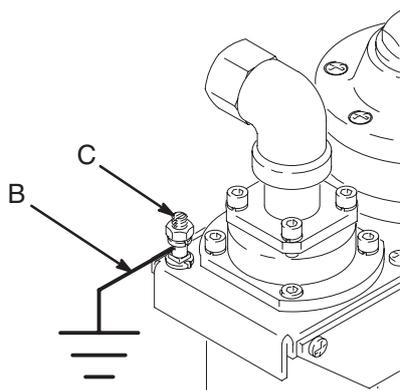
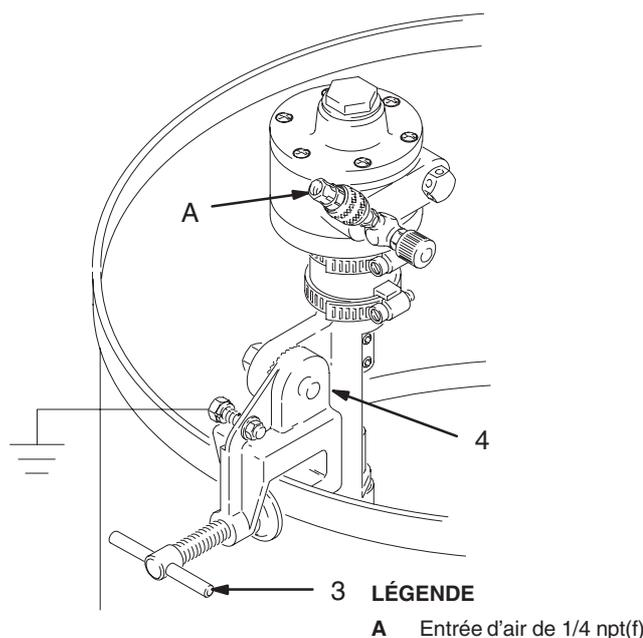

Fig. 1
Fig. 2
REMARQUE : Les numéros de référence et les lettres entre parenthèses dans le texte se réfèrent à la Fig. 1, la Fig. 2 et la vue éclatée des pièces.
Raccorder une extrémité du câble de mise à la terre (B) à la borne de terre de l'agitateur (C). Voir la Fig. 1. Raccorder l'autre extrémité du câble à une véritable prise de terre. Commander la pièce no. 237569, câble de mise à la terre et étrier.
Fixer l'agitateur sur le rebord d'un fût ou d'un réservoir et bloquer fermement la vis de blocage (3). Voir la Fig. 2. Pour régler l'inclinaison de l'agitateur dans le fût, desserrer la vis du support (4). Incliner l'agitateur dans la position désirée, puis rebloquer la vis.